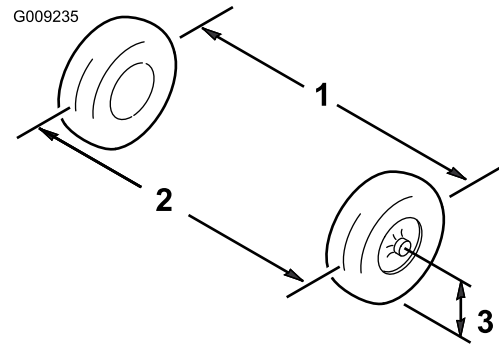

Figura 57
- Mida la distancia entre los neumáticos delanteros a la altura del eje, en la parte delantera y trasera de las ruedas (Figura 57).